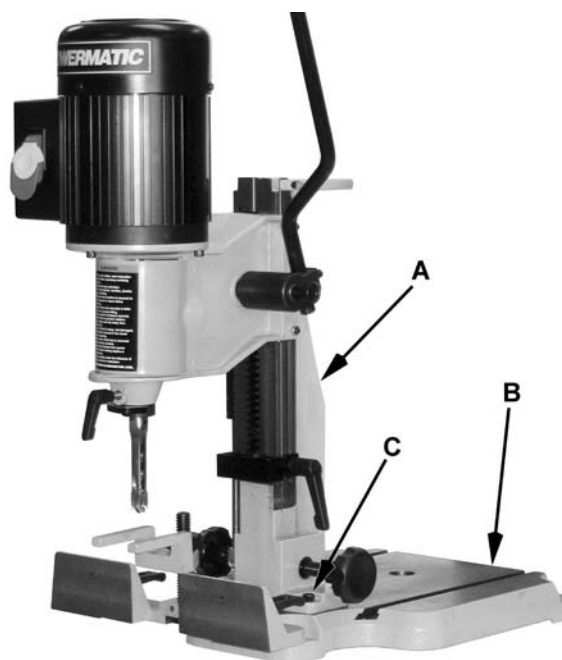

Figura 15
Refiriéndose a la Figura 15:
1. Utilizando llaves hexagonales de 4mm, remueva cuatro *tornillos, arandelas candado* y arandelas planas (C) **Nota:** solamente un tornillo es visible en la Figura 15.
2. Rote la *columna* (A) 180°.